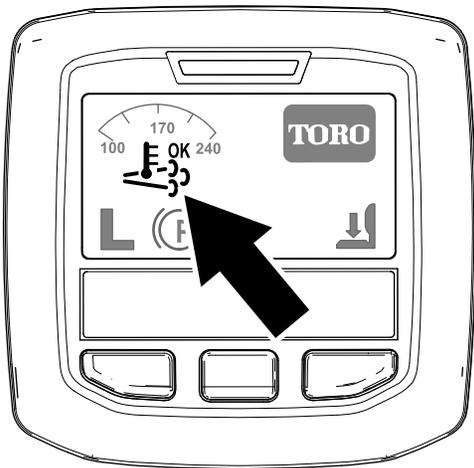

Рисунок 28
- Значок активной регенерации / регенерации со сбросом отображается на дисплее инфо-центра (Рисунок 28).